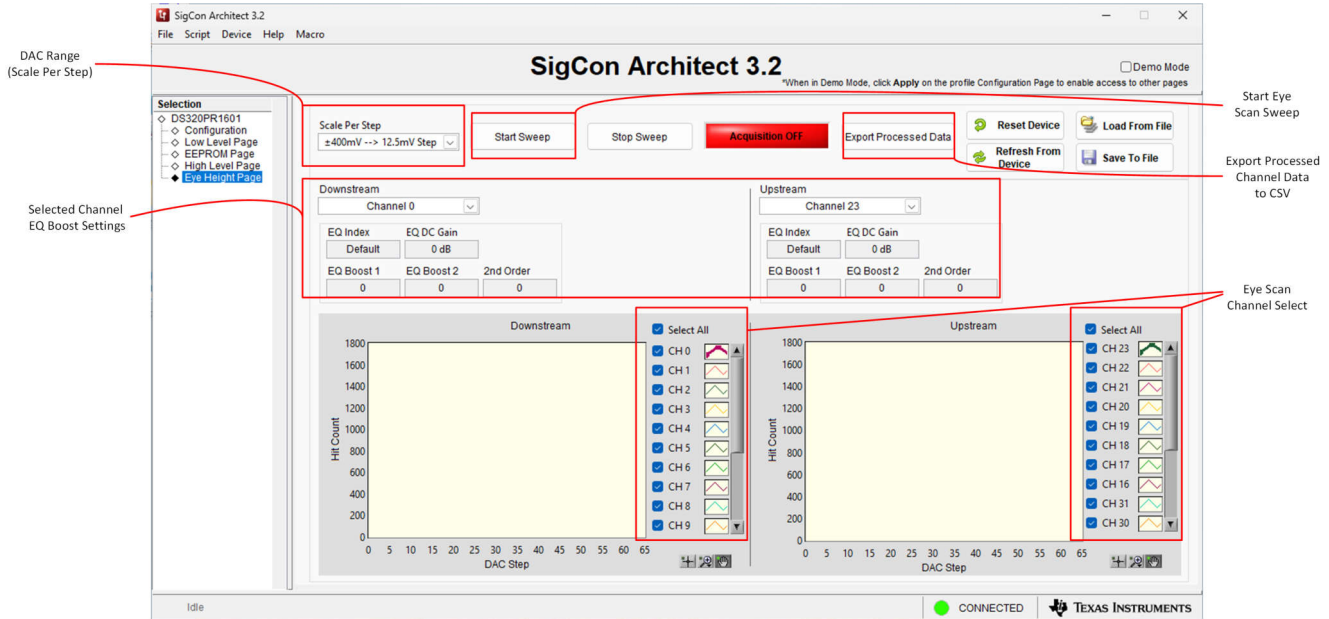

图 5-1. 带注释的 SigCon Architect DS320PR1601 眼高页面
德州仪器 (TI) SigCon Architect GUI “Eye Height Page” 中的眼图扫描功能通过捕获转接驱动器发送器输出引脚上 PCIe 信号的手动眼图扫描行为来实现，并使用相应的 DAC 电平绘制每个测量的命中计数。该 GUI 可以捕获所选每个器件通道的眼图扫描，使用户能够精确定位单个转接驱动器通道或多个/所有转接驱动器通道，以进行眼图扫描捕获。在使用 DS320PR1601 器件配置文件时，可以在图 5-1 中看到眼图扫描捕获前的 SigCon Architect GUI “Eye Height Page” 示例。注释用作参考。